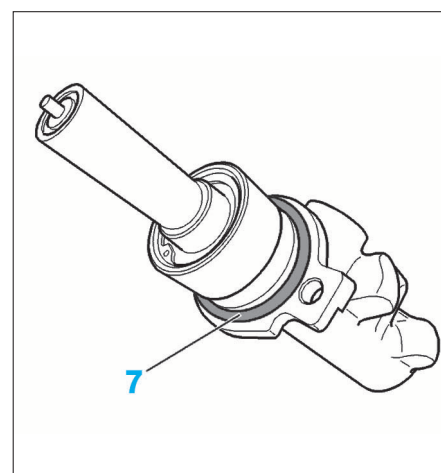

FIG. 16
Remplacer systématiquement le joint d'étanchéité (7) (Fig.16).